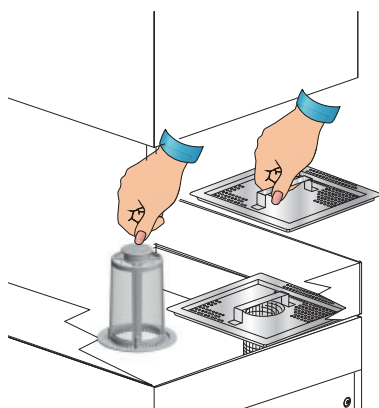

рис. 1
• Убедитесь, что всасывающий фильтр насоса правильно установлен в нижней части моечного бака (см. рис. 1).
• Установить на место поверхностные фильтры (см. рис. 1).